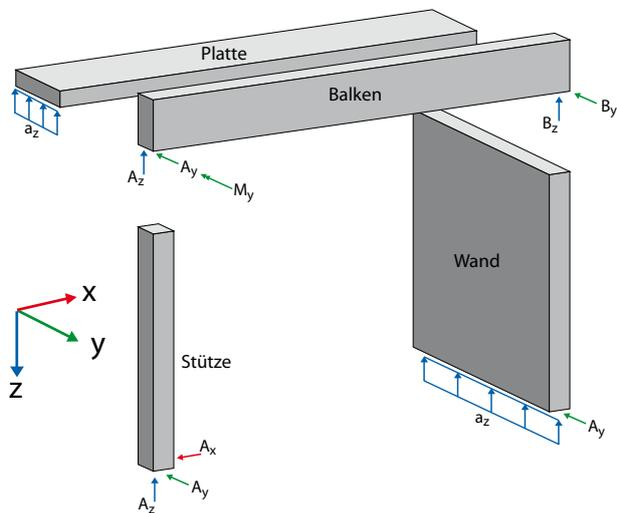

Bild 4. Definition des globalen Koordinatensystems
- Die Ausrichtung der Bauteiltypen im globalen Koordinatensystem ist entsprechend Bild 4 definiert.